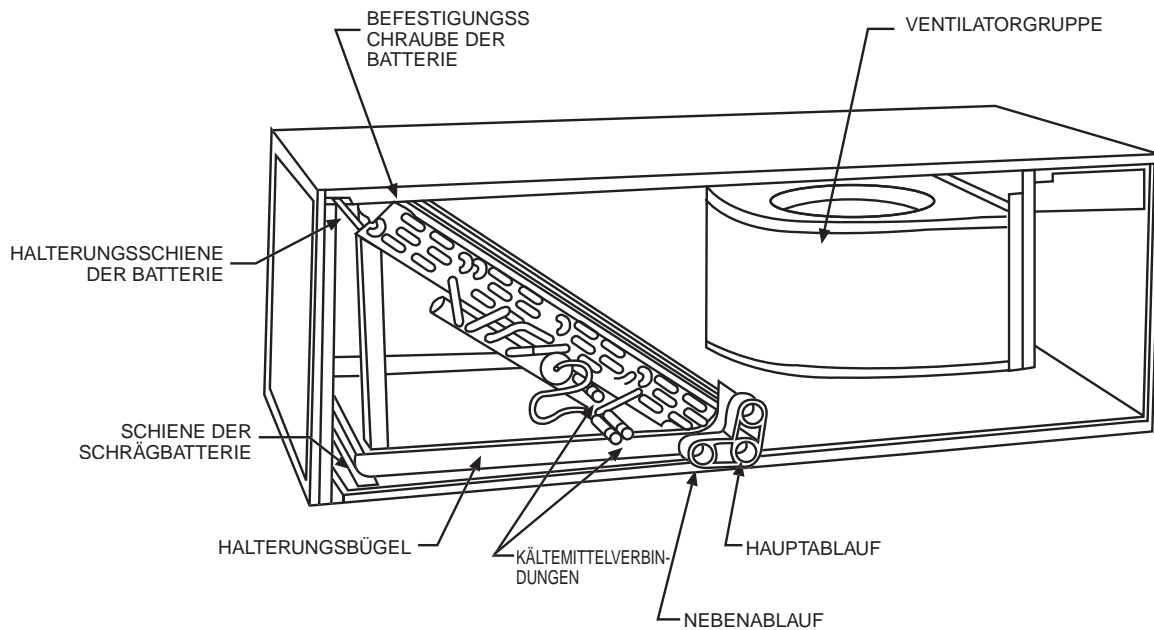

Abb. 3 - Umwandlung für horizontale Anwendungen, rechts, mit Schrägbatterie
1. Zugangsplatten zum Ventilator und zur Batterie und Zugangplatte entfernen (Abb. 3).
4. Ventilator-Konvektor auf der rechten Seite installieren und Batteriegruppe mit Kondensatauffangwanne unten wieder einbauen (Abb. 3).